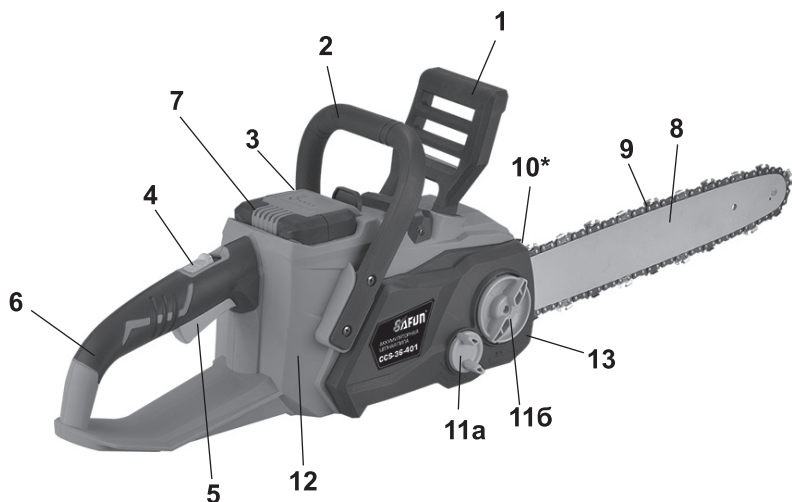

рис. 1
Рабочим органом пилы является пильный аппарат, состоящий из бесконечной (замкнутой) пильной цепи (рис.1 поз.9), бегущей по направляющей шине (рис.1 поз.8).
1.2 Включение пилы в работу осуществляется нажатием на клавишу выключателя (рис.1 поз.5). Выключатель имеет блокировку от случайного включения. Нажатием кнопки (рис.1 поз.4), клавиша выключателя разблокируется. После нажатия на клавишу выключателя, включается двигатель, и ведущая звёздочка приводит в движение пильную цепь. Отпущенная клавиша и кнопка блокировки (с характерным щелчком) возвращаются в исходное положение – «выключено».
двойного действия: вручную, нажав левой рукой на щиток тормоза (рис.1 поз.1) от себя, или при срабатывании автоматического инерционного привода (при отскоке, защемлении цепи).
Две рукоятки пилы – передняя (рис.1 поз.2) и задняя (рис.1 поз.6) оснащены устройством виброгашения.
2.4 Общий вид пилы представлен на рис.1
2.5 На задней рукоятке размещены органы управления пилой: клавиша выключателя (рис.1 поз.5) и кнопка блокировки (рис.1 поз.4). Редуктор, тормоз цепи и система смазки расположены в пластиковом корпусе пилы. Крутящий момент с якоря электродвигателя конической шестернёй передаётся на шпиндель пилы. На шпинделе крепится звёздочка, преобразующая вращательное движение шпинделя в линейное движение цепи по направляющей шине. Цепь является основным рабочим инструментом пилы.
Перед установкой шины убедитесь, что тормоз цепи не находится в сработавшем положении. В противном случае переместите рычаг (щиток) тормоза (рис.1 поз.1) к передней рукоятке (рис.1 поз.2).
- пильную цепь (рис.1 поз.9) наденьте на ведущую звёздочку. Уложите верхнюю часть цепи в паз шины, пропустите цепь между зубцами ведомой звёздочки на переднем конце шины;